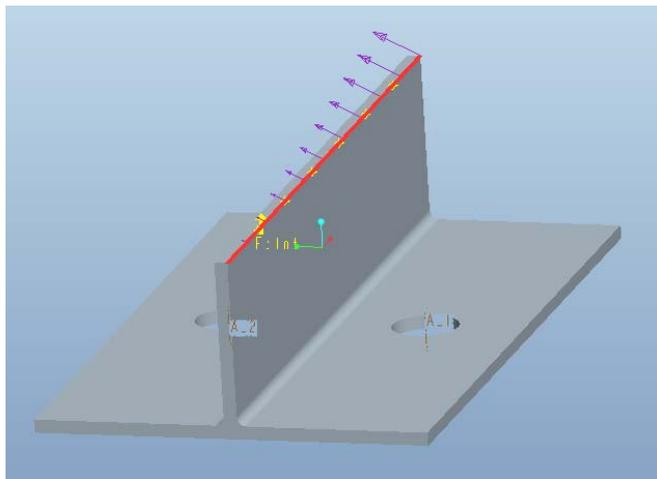

Рис. 18. Изменение направления вектора нагрузки
- нажмите «Предварительный просмотр» для просмотра распределения нагрузки, как показано на рис. 18.
- выберите поверхность, как показано на рис. 18.